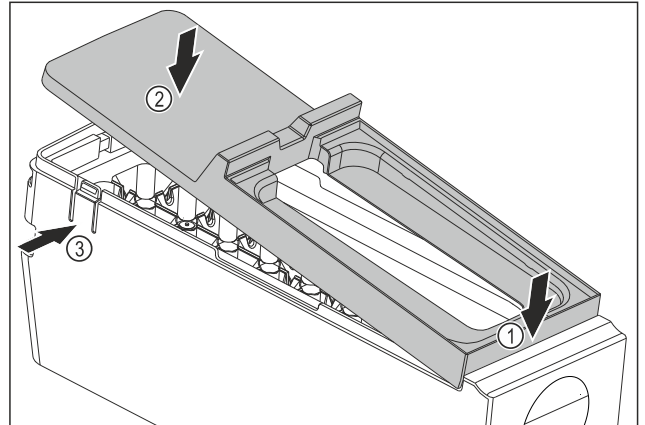

Fig. 139
- ▶ Monter le couvercle du corps de l'EasyTwist-Ice : Placer le couvercle à l'avant. Fig. 139 (1)
- ▶ Abaisser le couvercle à l'arrière. Fig. 139 (2)
- ▷ L'enclenchement du couvercle dans les deux languettes Fig. 139 (3) se fait entendre.